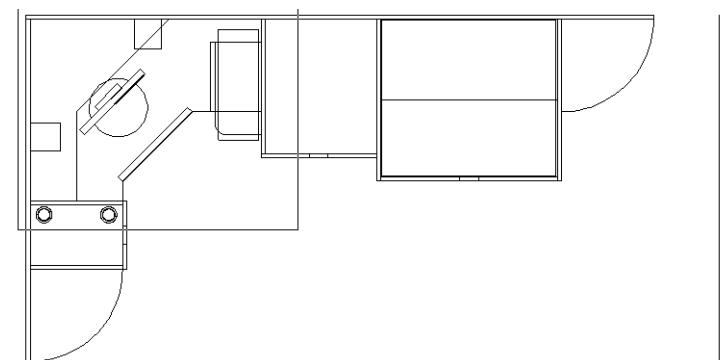

Рис. 5.32 ▼ Увеличение изображения фрагмента чертежа в области малой и большой тумб
1. Восстановите предыдущий масштаб просмотра, а затем охватите рамкой масштабирования область, показанную на рис. 5.32.
3. Запустите инструмент **Копировать** (Copy) (например, щелкнув на кнопке **Копировать** (Copy) панели инструментов **Изменить** (Modify) или просто введя в командном окне **кп** (CP) – в отличие от других команд, команда **Копировать** (COPY) имеет не один, а несколько псевдонимов).